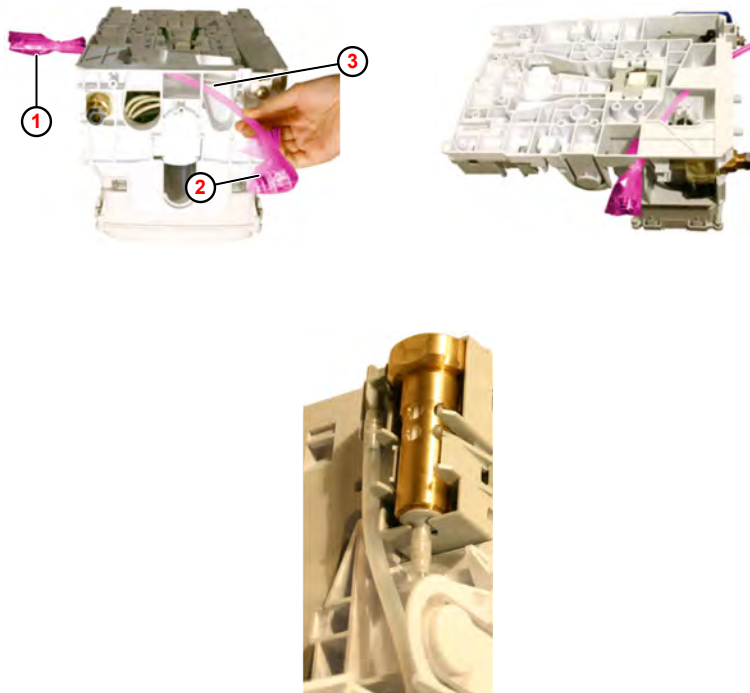

Abb. 24: Montage Wasserleitung
1. ➤ Wasserschlauch (Abb. 24 , ①) von unten durch die Öffnung ③ in der Gehäuserückwand einführen.
4. ➤ Schutzverpackung beider Anschlussnippel ② entfernen.